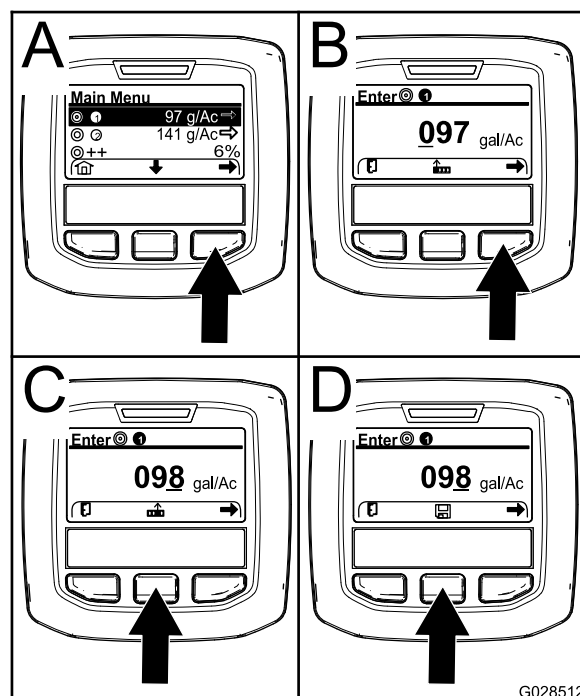

Figura 67
2. Se necessário, carregue no botão de seleção central para realçar a taxa de aplicação do programa 1 do pulverizador (Figura 67).